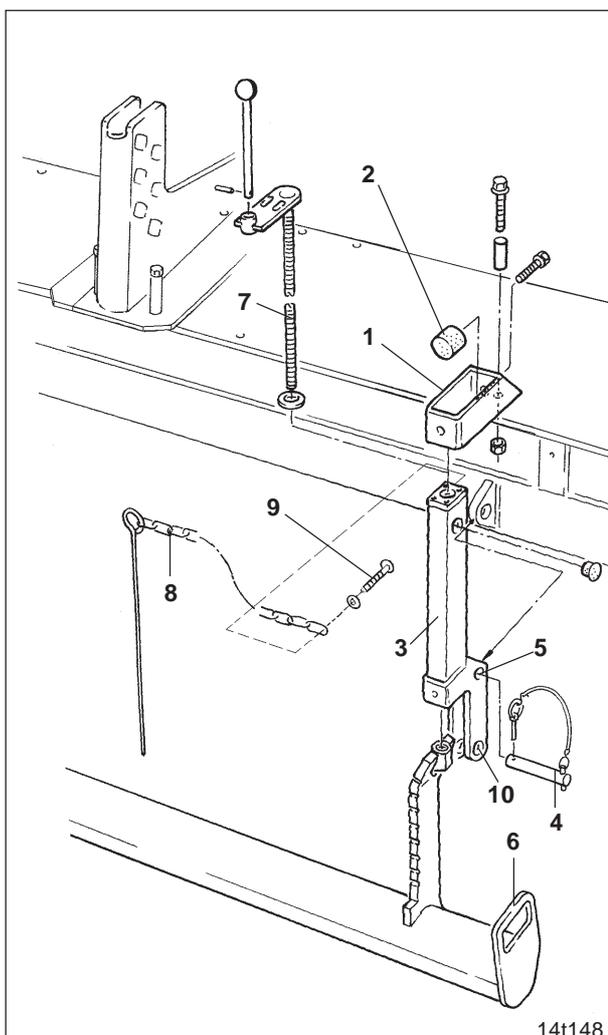

Fig. 14.3
Lorsque la lame égalisatrice n'est pas utilisée, relevez-la à l'aide des manivelles, et soulevez-la en l'agrippant par la poignée (fig. 14.3/6) et brochez l'axe (fig. 14.3/4) dans le perçage inférieur (fig. 14.3/10). Goupillez ensuite chaque fois l'axe en sécurité.
Vissez sur l'outil de préparation de sol, les deux consoles (fig. 14.3/1) munies de leur tampon caoutchouc (fig. 14.3/2).
- Brochez l'axe (fig. 14.3/4) dans le tube de guidage (fig. 14.3/3) et goupillez. Pour le travail (voir aussi au chap. 14.2), brochez l'axe dans le perçage supérieur du tube de guidage (fig. 14.3/5).
- Soulevez la lame égalisatrice en l'agrippant par la poignée (fig. 14.3/6) et tournez les manivelles dans le sens du vissage (fig. 14.3/7).
- Fixez la chaînette (fig. 14.3/8) sur le guide de manivelle en utilisant une vis autotaraudeuse (fig. 14.3/9).